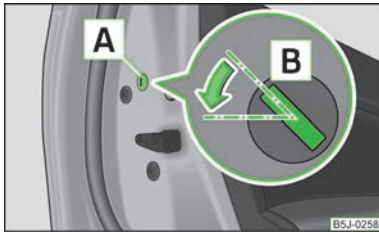

Fig. 16
- Demontați masca **A** » fig. 16.